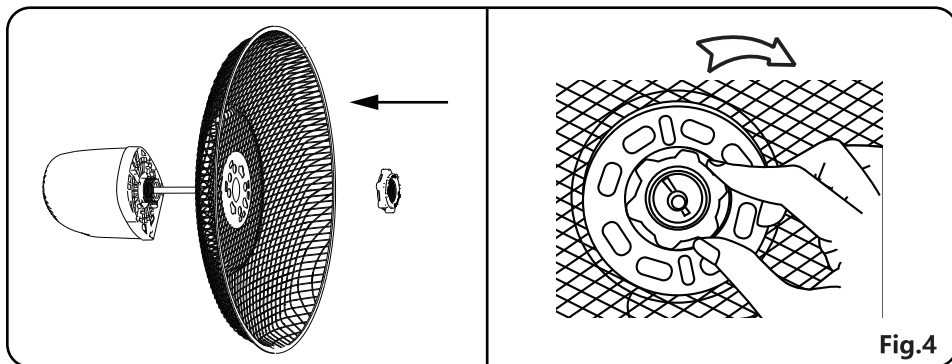

Fig.4
1. Dévissez le cône et l'écrou de montage de la grille et retirez-les. Fixez la grille arrière au moteur, assurez-vous que la poignée est sur le dessus. Resserrez ensuite l'écrou dans le sens des aiguilles d'une montre. (Fig. 4)